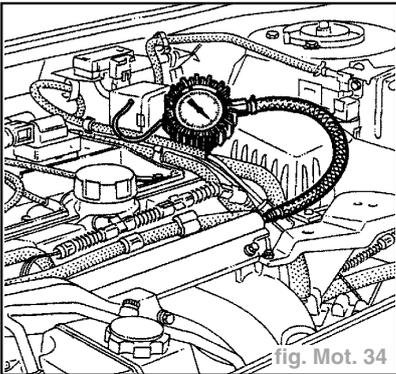

fig. Mot. 34
- Raccorder le manomètre **0 ; +10 bar** (fig. Mot. 34).